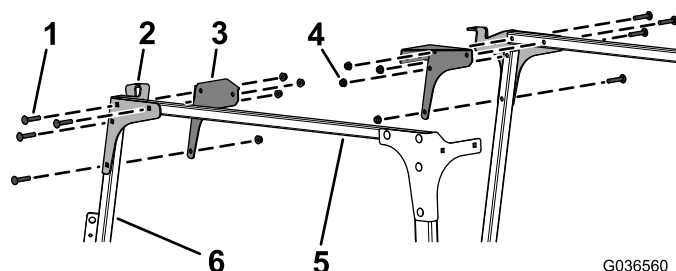

Figura 9
8. Instale sem apertar as placas dianteiras esquerda e direita e as placas de canto nas tubagens da ligação cruzada e nos suportes do limpa para-brisas esquerdo e direito utilizando oito parafusos de carroçaria (5/16" x 1 3/4") e quatro porcas flangeadas (5/16"), como se mostra na Figura 9.